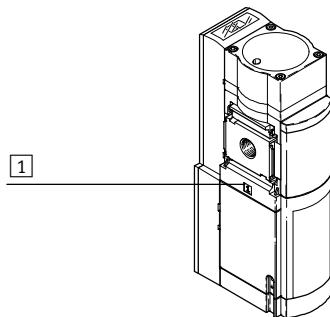

Fig. 15 Направление потока
- Соблюдайте направление потока от 1 к 2. В качестве ориентира служат цифры **[1]** и **[2]** на корпусе изделия (**➔ Fig. 15**).